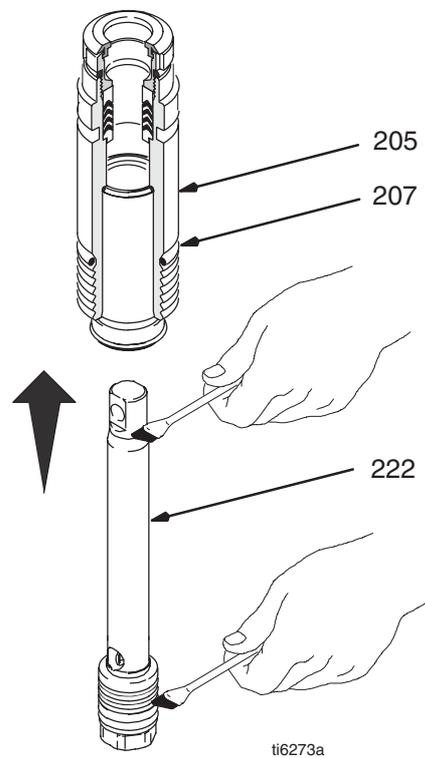

Fig. 15
Fig. 15. Enduire de graisse les deux ou trois centimètres du haut de la tige du piston (222) traversant les garnitures de presse-étoupe de l'ensemble chemise/cylindre (205). Enduire de graisse les joints de piston en bas de la tige du piston.